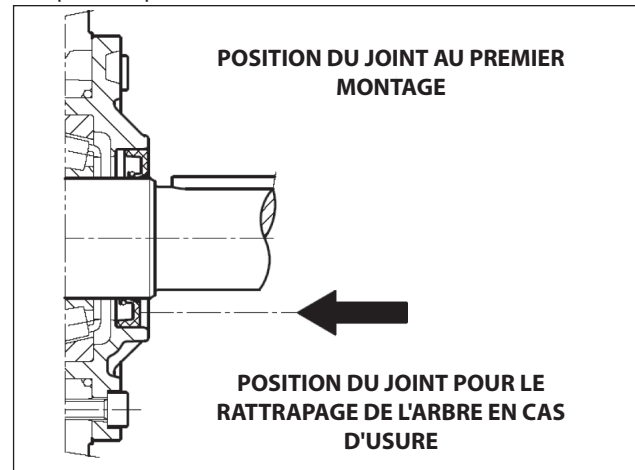

Fig. 7
- Avant de procéder au montage du couvercle latéral côté P.T.O., vérifier les conditions de la lèvres d'étanchéité du joint radial et de la zone de contact relative sur l'arbre. S'il s'avère nécessaire de remplacer le joint, placer le nouveau en utilisant l'outil approprié (réf. 27904800) comme le montre la Fig. 7.
Si l'arbre de la pompe présente une usure diamétrale dans la zone de contact avec la lèvres d'étanchéité, afin d'éviter l'opération de rattrapage, il est possible de repositionner le joint en butée avec le couvercle, comme l'indique la Fig. 7.